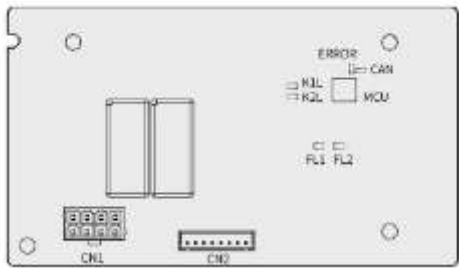

Рисунок 1-10 Принципиальная схема *MCTC-SCB-A4*
④ *UCMP* обнаруживает и запускает функцию остановки: когда кабина ненормально выезжает из зоны точной остановки и дверь находится в состоянии открытия, после того, как соответствующий датчик точной остановки становится неактивным он выдает управляющий сигнал для запуска остановки (может сработать дополнительный тормоз), защищая кабину безопасно останавливая ее и защищая людей в ней.
*MCTC-SCB-A4* (модуль предварительного открытия для синхронного двигателя) отображен на рис.1-10.